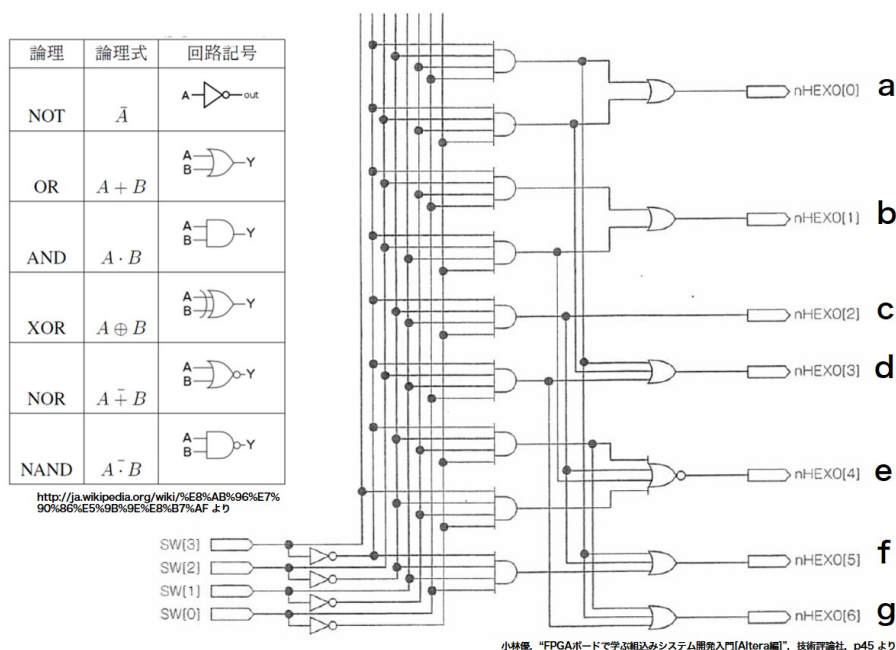

図 4: 7 セグメント・デコーダ回路図
2. 練習 1 の 7 セグメントデコーダにおいて、「reference.pdf」の表 2-2 の真理値表 (本資料の図 6) から、図 4 の回路図の導出を、(カルノー図等 (この他でも良い) を用いて) レポートに記すこと。